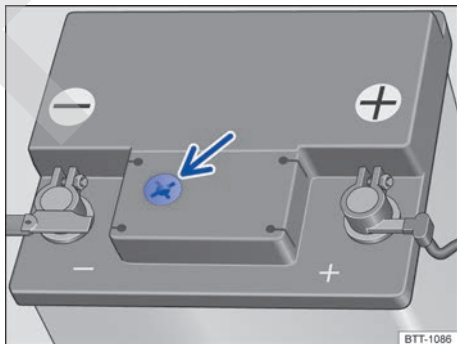

Fig. 214 Representación esquemática: mirilla en la parte superior de la batería de 12 voltios.
- Procure disponer de buena iluminación para poder distinguir bien el indicador de color de la mirilla redonda situada en la parte superior de la batería → fig. 214 (flecha). No utilice nunca una llama desprotegida u objetos incandescentes para alumbrarse.